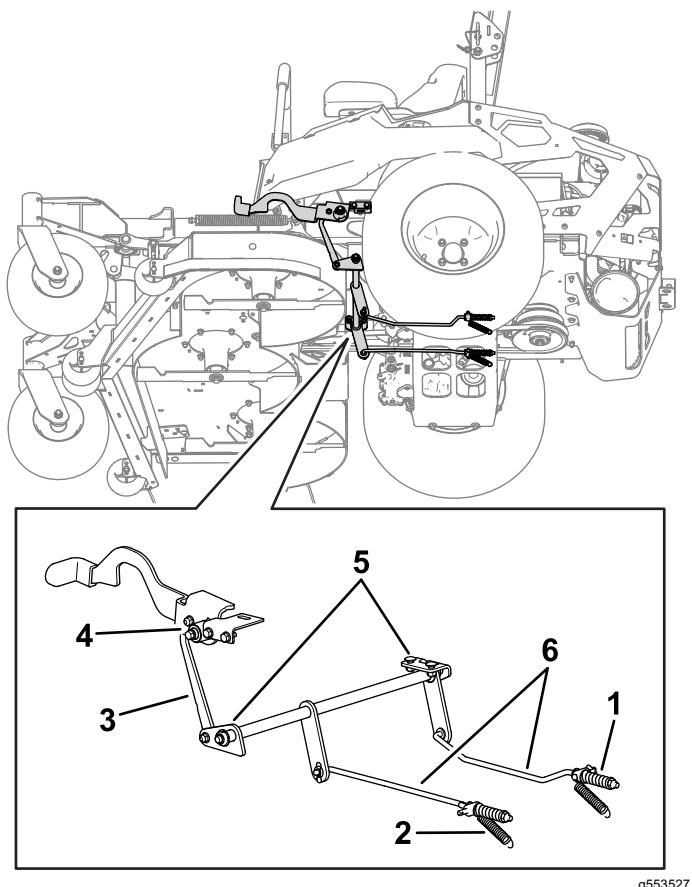

Figure 79
7. Si un réglage est nécessaire, desserrez le frein de stationnement : Vérifiez l'usure de tous les composants de la timonerie du frein de stationnement. Remplacez tout composant usé (Figure 79) et répétez l'opération 6.